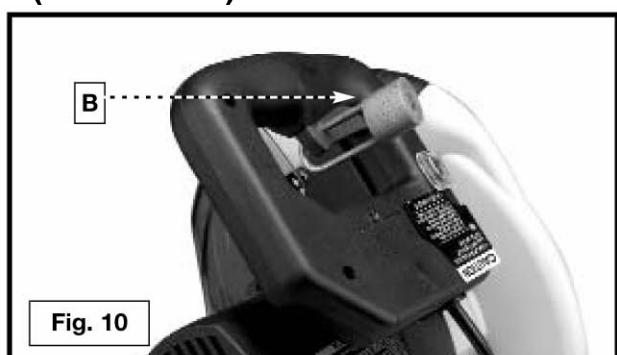

Fig. 10
**ADVERTÊNCIA** Quando a máquina não estiver em uso, o interruptor deve ser travado na posição “off” (desligado), usando um cadeado (B) Fig. 10 com uma argola de 3/16” para evitar o uso não autorizado.